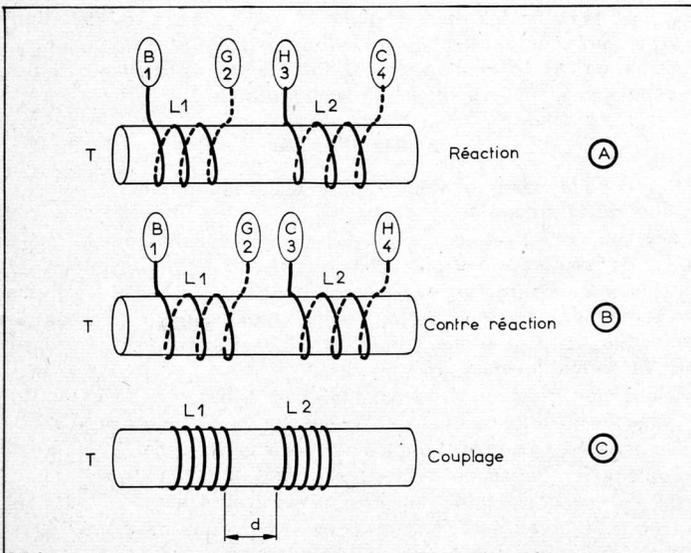

Fig. 6
Reportons-nous à la figure 6.
Le couplage suffisant se réalise en donnant à la distance d entre les deux bobines [voir figure 6 (C)] une valeur suffisamment petite.
Si l'on branche les deux bobines comme indiqué en (B) figure 6, il y aura contre-réaction (réaction négative). Il n'y aura pas d'oscillation. Si le montage est utilisé comme amplificateur, plus le couplage sera serré, moins il amplifiera.